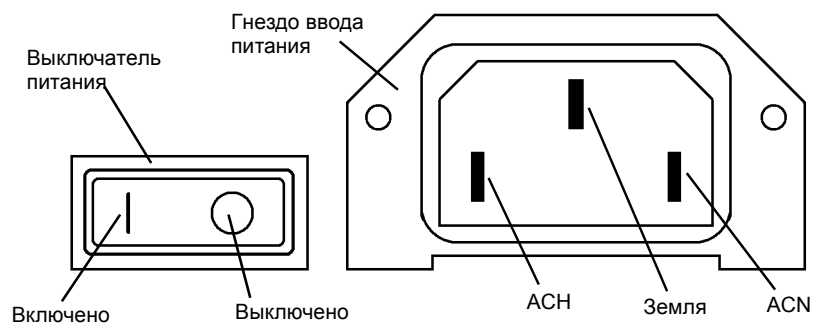

Рисунок 2 Выключатель и гнездо ввода питания
- c. Нажмите и держите кнопку **0** и включите выключатель питания (Рисунок 2).
- e. Выключите выключатель питания (Рисунок 2).